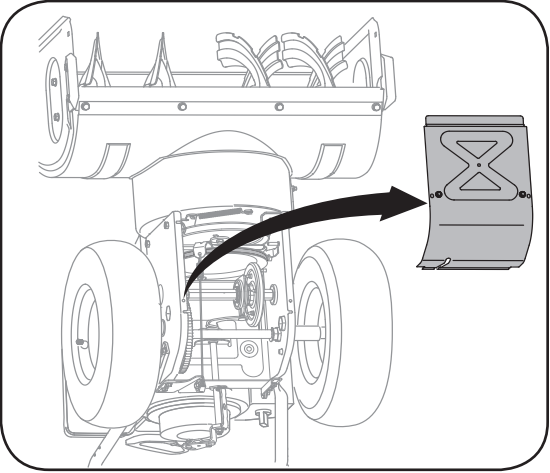

Figure 6-10
3. Basculez doucement la souffieuse vers l'avant pour la faire reposer sur l'habillage de la tarière. Voir la Figure 6-10.